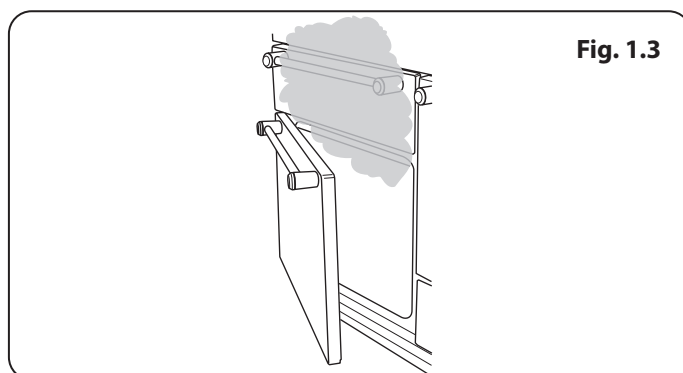

Fig. 1.3
- La cuisson d'aliments à haute teneur en eau peut produire une « bouffée de vapeur » à l'ouverture de la porte du four. Lorsque vous ouvrez la porte du four, reculez-vous et attendez que la vapeur se soit dissipée ("**Fig. 1.3**").